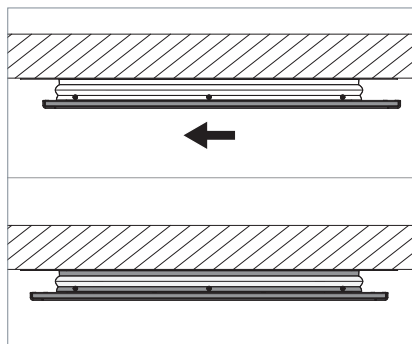

Fig. 10: Agganciare l'elemento luce diretta.
- Spingere verso sinistra l'elemento luce diretta fino alla battuta, vedi Fig. 10.